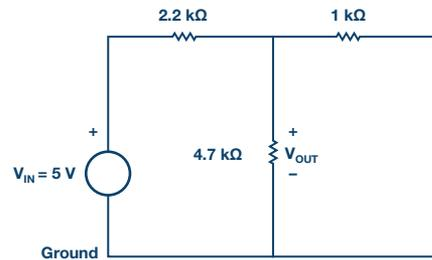

图2. 作用于电路的源。
比例常数A有时被称为电路增益。对于图2所示电路，源电压为V_{IN}。响应V_{OUT}是通过4.7 kΩ电阻的响应。线性度最重要的结果是叠加。
- ▶ a) 构建图2所示电路。用电压表工具精确测量三个输入电压的 V_{OUT} （使用ALM1000固定电源电压），如表1所示。应同时测量并记录实际固定电源电压。